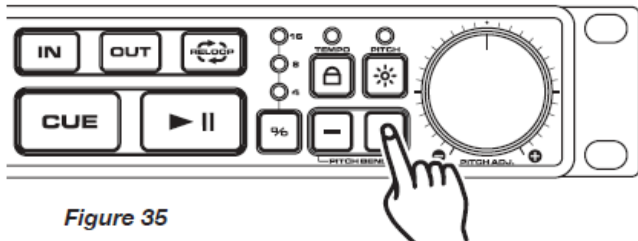

Figure 35
3. BOUTONS PITCH BEND (12) :
Le bouton (+) de PITCH BEND (12) augmentera la vitesse de lecture de la piste et le bouton (-) de PITCH BEND (12) la diminuera. L'amplitude variation du pitch est proportionnelle au temps passé à presser le bouton. Par exemple si le bouton (+) de PITCH BEND (12) est maintenu enfoncé sans interruption comme en figure 35, la vitesse augmentera et continuera à augmenter jusqu'à atteindre le pourcentage désiré via le bouton de POURCENTAGE DE PITCH. Quand vous relâchez ce bouton (+) de PITCH BEND (12) la vitesse reviendra automatiquement à sa vitesse précédente.